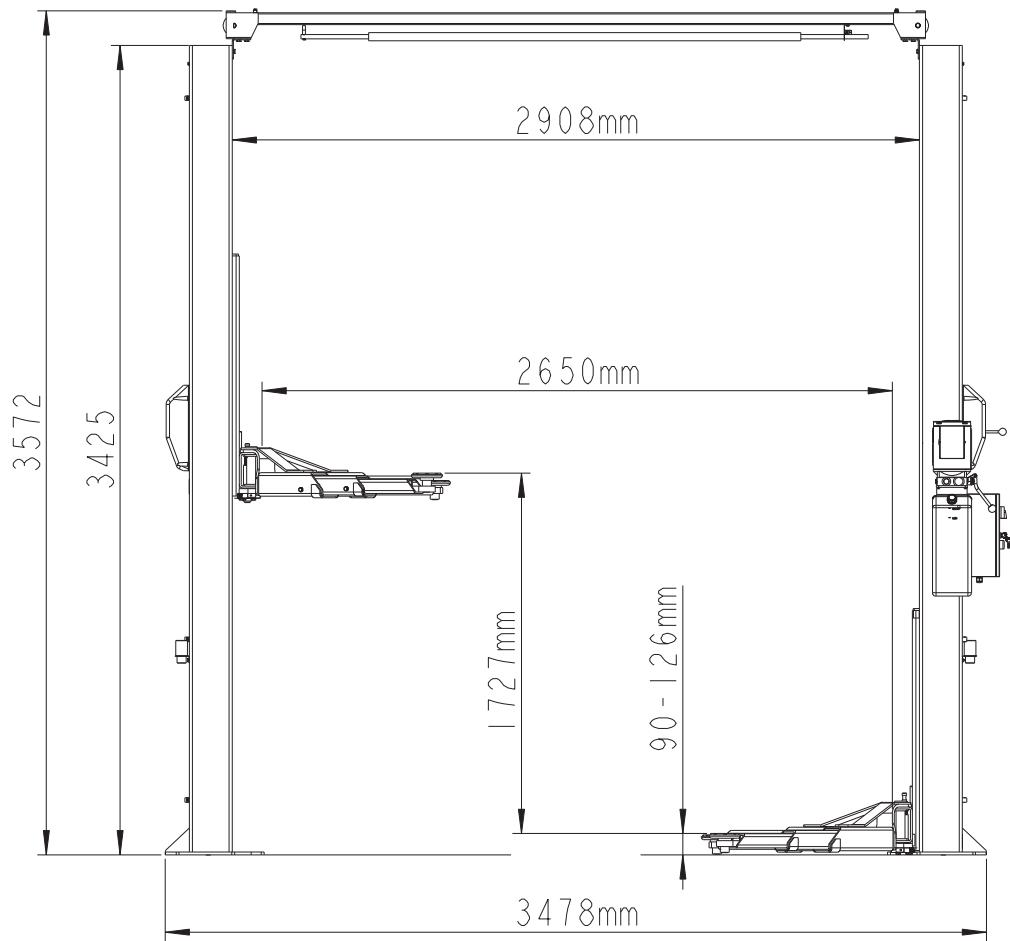
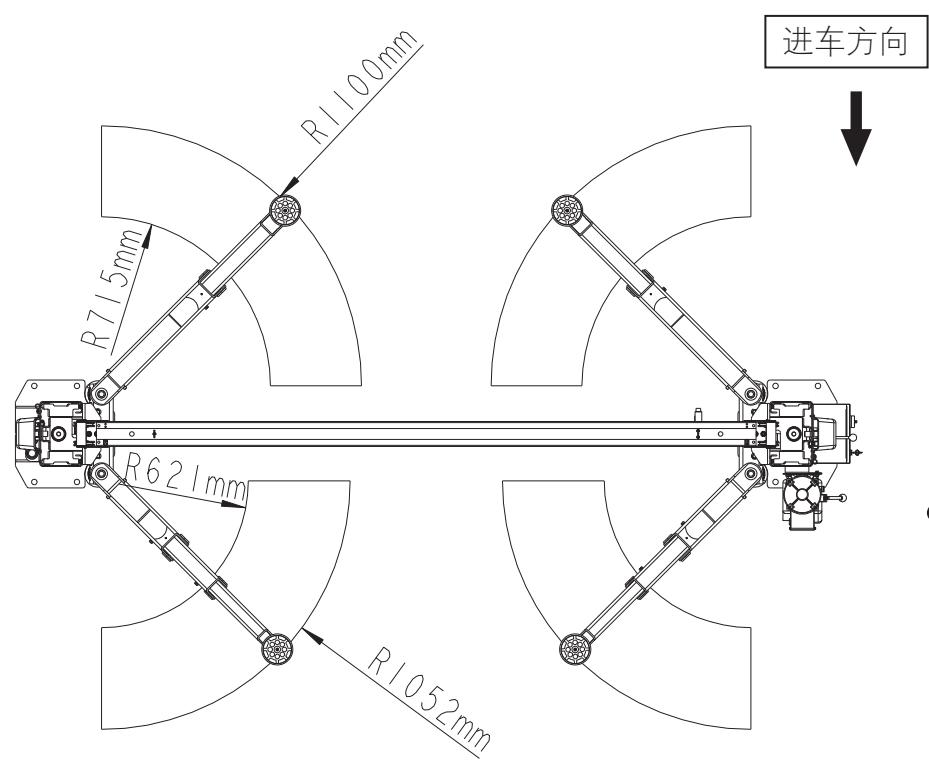

Fig. 1a
Fig. 1b
1. 举升机放置： 可以参考平面图放置举升机。Fig. 1a & Fig. 1b 显示标准的安装尺寸。
4. 架起举升机: 按照 Fig. 1a & Fig. 1b 的尺寸将立柱安装到工作区。将有液压站支架的立柱放在车辆进入时的乘客一侧。两个立柱底必须按举升机中心线对齐。使用底板前部的小槽定位举升机中心线。使用合适的设备将滑台上升并挂到第一档锁。确保锁安全地挂入。